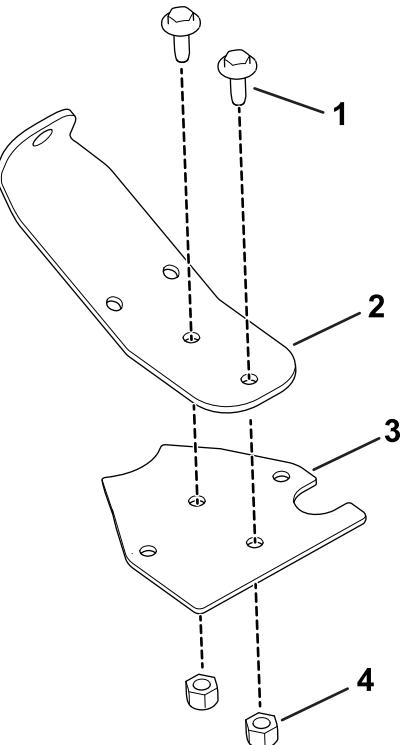

Figura 30
2. Utilizzate le 2 viti a testa flangiata (1/4"-20 x 5/8") e 2 dadi flangiati (1/4") per fissare il supporto della valvola alla base del cablaggio (Figura 30).